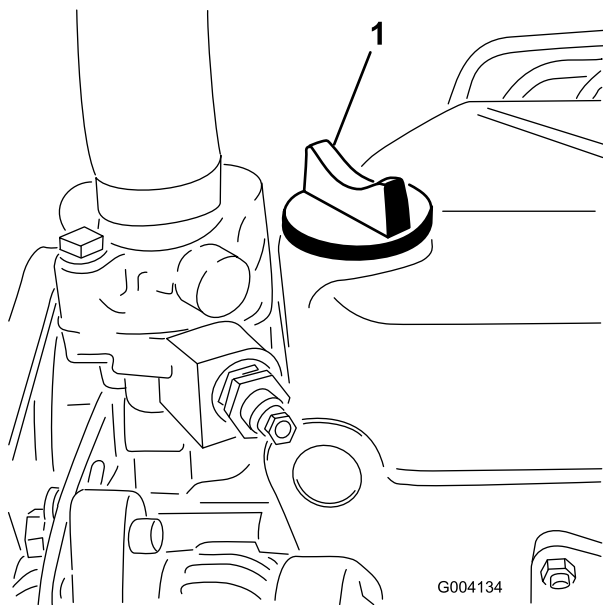

Figure 17
5. Si le niveau n'atteint pas le repère maximum, enlevez le bouchon de remplissage (Figure 17) et faites l'appoint jusqu'à ce que le niveau correct soit atteint.